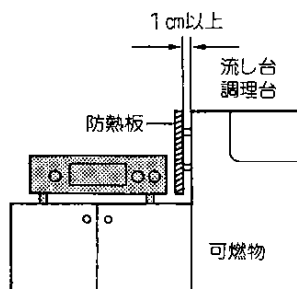

図3
- 調理台・流し台の側面が可燃性で、器具のトッププレートより高い場合(図3) 別売防熱板(No15-100-0084-0085)